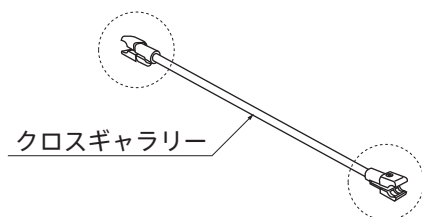

図 1
- ・クロスギャラリーのネジをゆるめます。(図 1)
- ・クロスギャラリーのネジを締めます。(図 1)